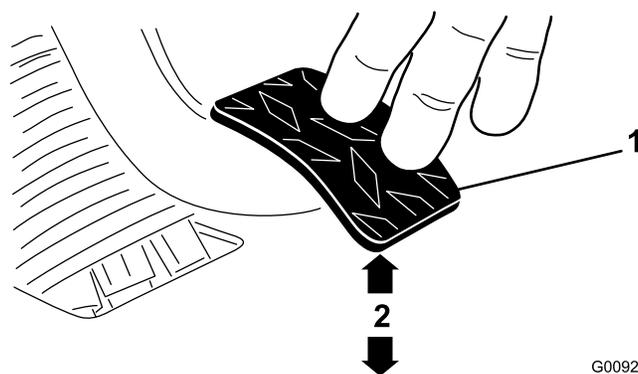

Рисунок 71
3. Регулируйте зажимные гайки или шарнир до тех пор, пока нижняя сторона задней кромки педали сцепления не будет находиться на расстоянии 9,2 – 9,8 см от верха доски пола с ромбовидным рисунком, когда к педали прикладывается усилие 1,8 кг (Рисунок 71).